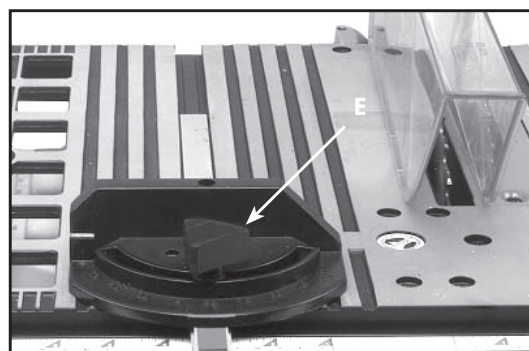

Fig. 34
Para operar o graminho, afrouxe a trava (E) Fig. 34 e gire o graminho até o ângulo desejado.